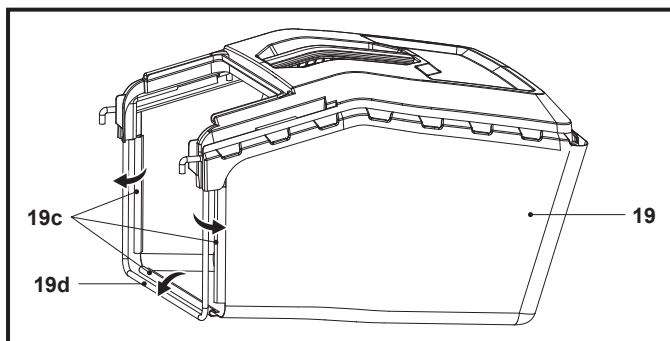

Fig. 5
- Le bac de ramassage (19) est livré partiellement assemblé.
- Attacher les trois clips en caoutchouc (19c) sur la tige de support (19d) du bac de ramassage (19) (Fig. 5) ; le bac de ramassage (19) est alors prêt à l'emploi.